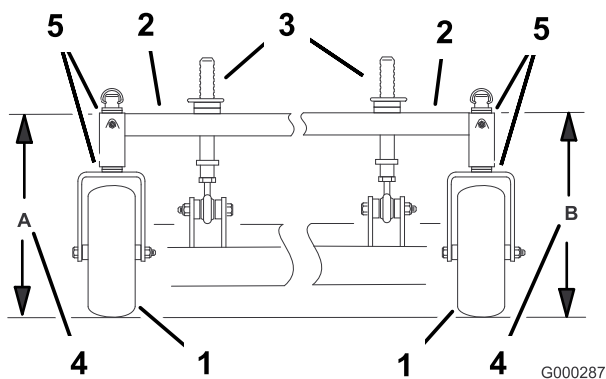

Рисунок 55
- Измерьте высоту несущей рамы в точке А (Рисунок 55).
- Измерьте высоту несущей рамы в точке В (Рисунок 55).